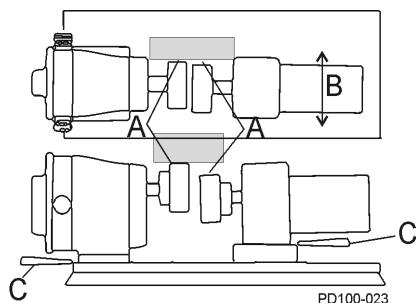

Figura 20 - Verificar Alinhamento Paralelo
2. Usando um calibrador de força na localização "A" em Figura 20, determine a direção e a quantidade de movimento necessário (Figura 20, item B).